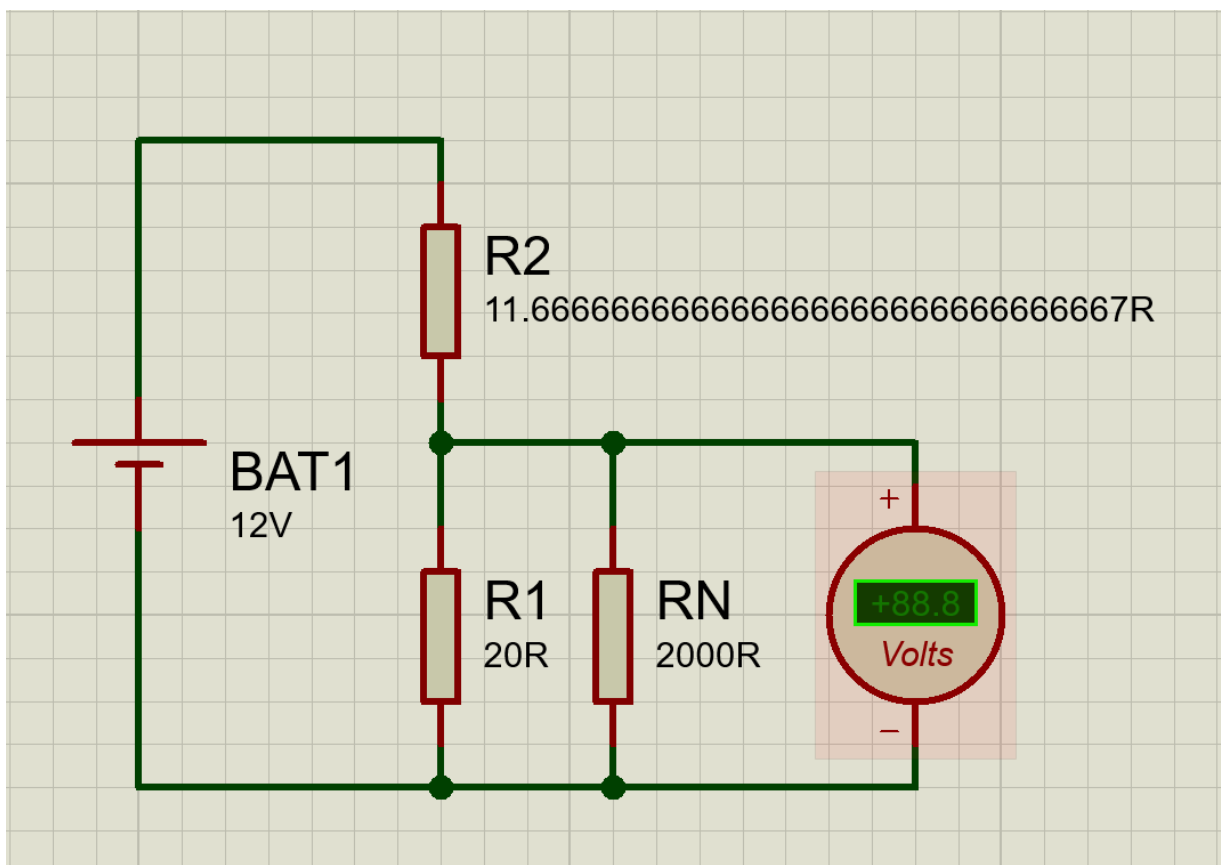

Рисунок 1.1 – Схема делителя напряжения
1.3.2 В среде моделирования «Proteus» была составлена схема делителя с исходными данными (Рисунок 1.1). После чего резистору R1_1 было присвоено значение, полученное в прошлом пункте. Запущена симуляция процесса, полученный результат был подтверждён экспериментальным путём (Рисунок 2.2).